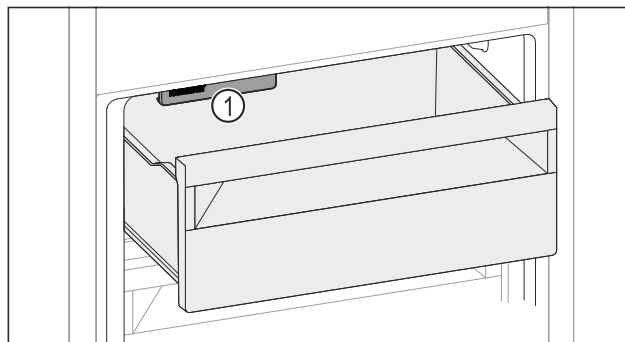

Fig. 65
- ▶ Dávejte pozor na IceMaker Fig. 65 [1].